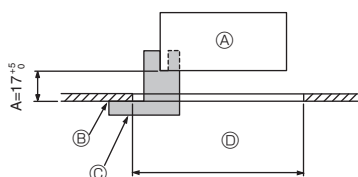

Fig. 9-2
①	Решетка	1	950 × 950 (мм)
②	Винт с привязной прокладкой	4	M5 × 0,8 × 25
③	Шаблон	1	(Поделен на 4 части)
④	Фиксатор	3
⑤	Винт	4	4 × 8
⑥	Винт	1	4 × 12
⑦	Беспроводной пульт дистанционного управления	1	для PLP-6BALM, PLP-6BALME
⑧	Угловая панель i-see sensor	1	для PLP-6BAE, PLP-6BALME
9.2. Подготовка к установке вентиляционной решетки (Fig. 9-2)
- С помощью поставленного в комплекте шаблона ③ отрегулируйте и проверьте положение устройства по отношению к потолку. При неверном расположении устройства по отношению к потолку возможно прохождение воздуха или накопление конденсации.